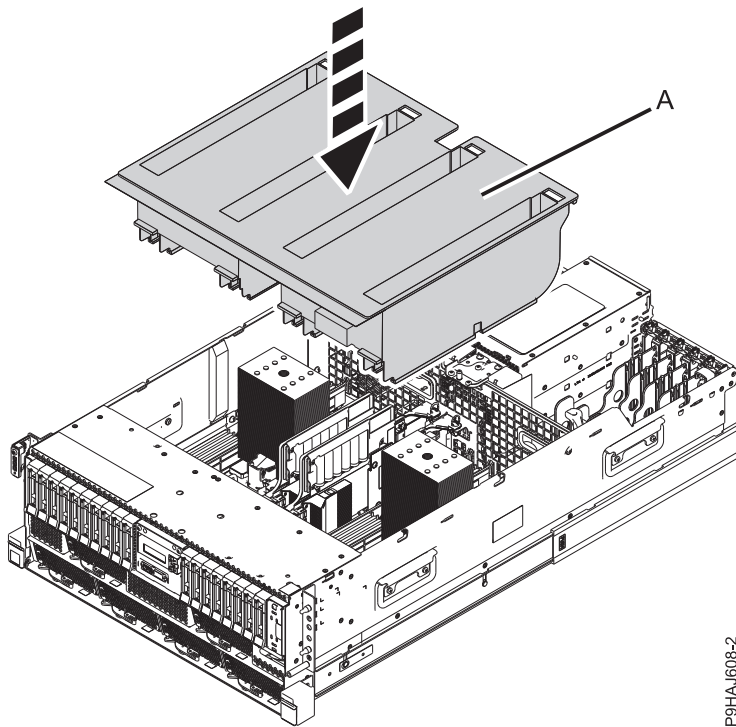
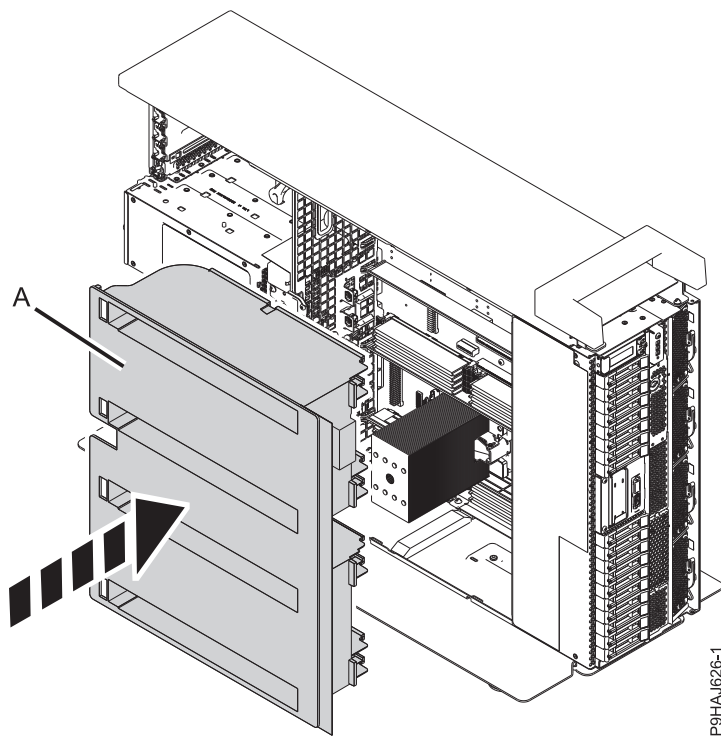

Abbildung 20. Luftführung bei einem Einschubsystem wiedereinbauen
Abbildung 21. Luftführung bei einem Standalone-System wiedereinbauen
7. Bauen Sie bei einem Einschubsystem die Luftführung (A) wieder ein, indem Sie sie auf das Chassis absenken (siehe Abb. 20 auf Seite 24). Bauen Sie bei einem Standalone-System die Luftführung (A) wieder an der Seite des Chassis ein (siehe Abb. 21 auf Seite 24).